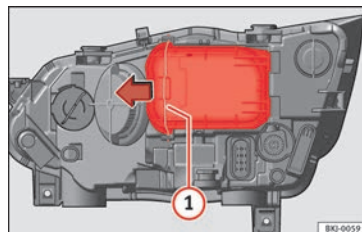

Fig. 114 En el vano motor: retirar la tapa.
- Desplace el tirante » **fig. 114 1** en el sentido de la flecha y saque la tapa.